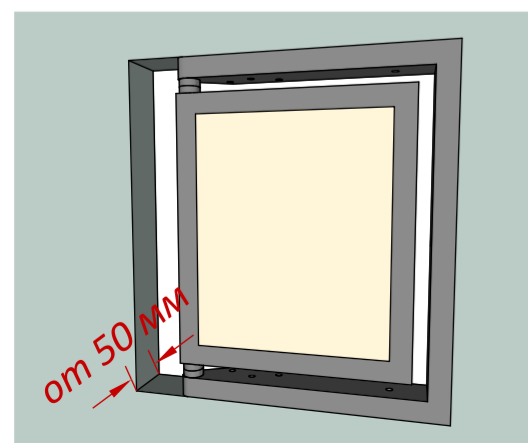
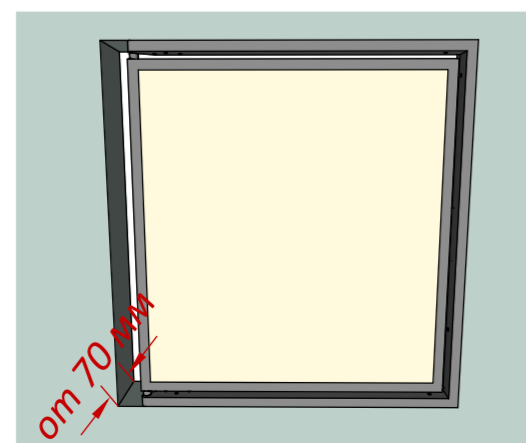

Рис. 1
Рис. 2
- Глубина (толщина) проёма должна быть: для люков менее 600\*600 мм = минимум 50 мм (рис.1); для люков более 600\*600 мм = минимум 70 мм (рис.2).
2. Учитывайте особенность расположения плитки на створке люка со стороны петель, она должна выступать на 40 мм (Рис.1) и при открывании люка эти 40 мм будут входить в проём (Рис.2) на 70 мм от лицевой плоскости люка без клея и плитки (Рис.3). Сам проём расширяем со стороны петель на 50 мм (Рис.4). Эти 50 мм покрывают: